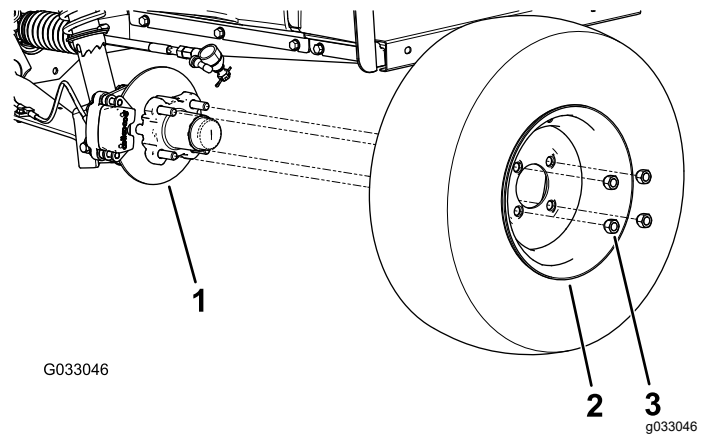

Figure 31
2. Retirez les 4 écrous qui fixent la roue sur le moyeu (Figure 31).
4. Alignez les trous de la roue et les goujons du moyeu, puis montez la roue sur le moyeu en plaçant la valve à l'extérieur (Figure 31).
5. Fixez la roue au moyeu avec les écrous de roue (Figure 31). Serrez les écrous de roues à un couple de 108 à 122 N·m (80 à 90 pi-lb).